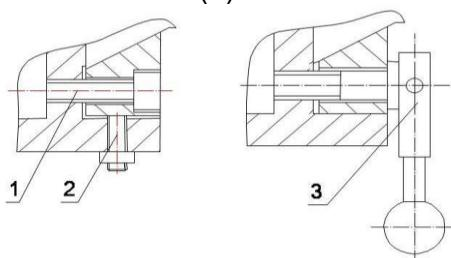

Рис.13
7.1.3 Регулировка зазора между консолью и столом (Рис.13).